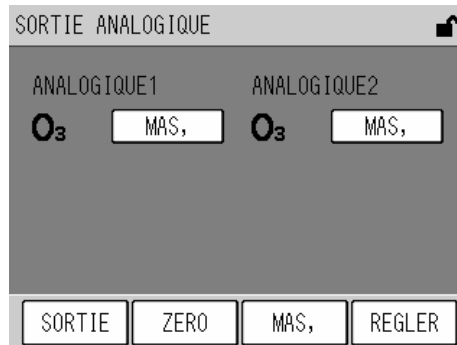

Fig. 54 Ecran ANALOG OUTPUT (SORTIES ANALOGIQUES)
- MAINTENANCE (Fig. 54 page 42)
5. **Appuyer sur la touche [CLOSE] (Fermer) pour revenir à l'écran ANALOG OUTPUT (SORTIES ANALOGIQUES) (Fig. 54, page 42).**